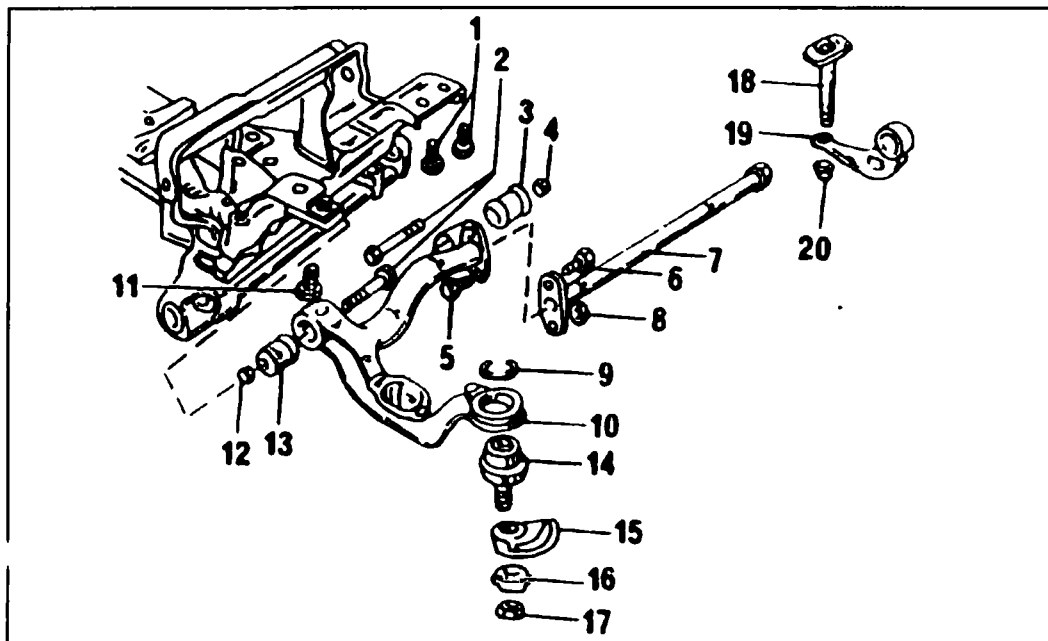

Рис. 7.3 Верхний поперечный рычаг и торсион
Крепление торсиона к верхнему рычагу показано на рис. 7.3.
♦ Когда рычаг торсиона разгружен, отверните гайку (8, рис. 7.3) и болт (6), после чего выньте торсион.